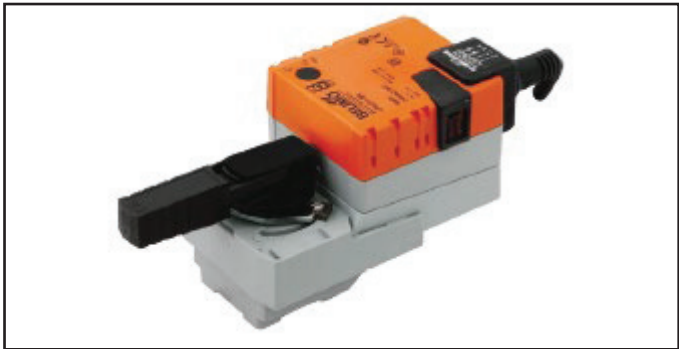

Figura 5-10. Diagrama da posição da alça na abertura máxima
- Etapa 1: Conforme mostrado na Figura 5-10, pressione e segure o botão de desbloqueio na lateral do atuador da válvula de água e gire manualmente a alça do atuador 90° no sentido horário, ponto em que a válvula de esfera está totalmente aberta.